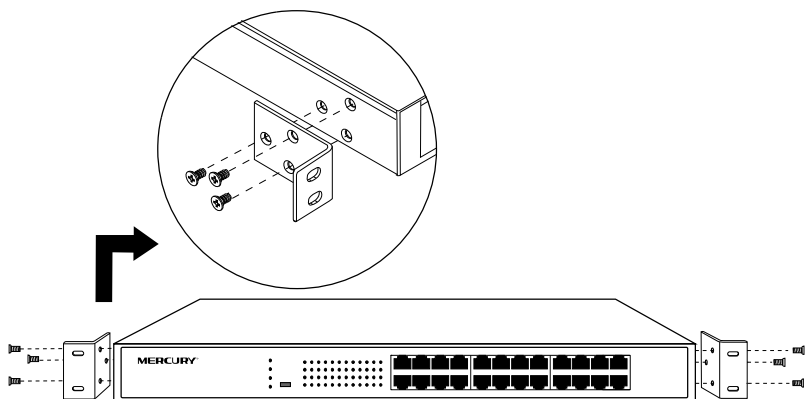

图 3.2 把角铁安装到 SG124 交换机上的示意图
2. 使用配件中提供的螺钉将两个角铁分别固定安装在交换机面板的两侧，如图 3.2 所示。